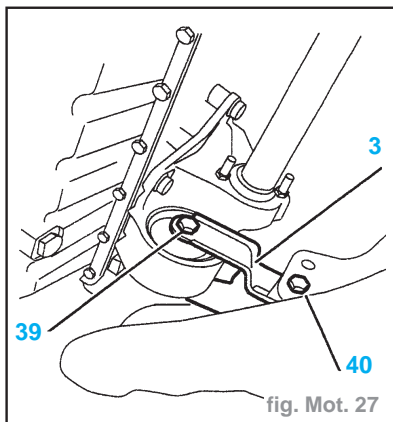

fig. Mot. 27
- Reposer la bielle anticouple (3) (fig. Mot. 27).
- la vis (39) à **5 daN.m**
- la vis (40) à **3,5 daN.m**